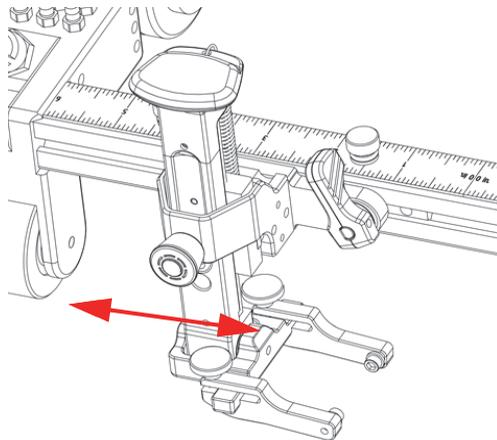

Figure 2-15 Glissement du support de sonde dans le rail
2. Faites glisser le support de sonde à la position souhaitée (Figure 2-15 à la page 46).